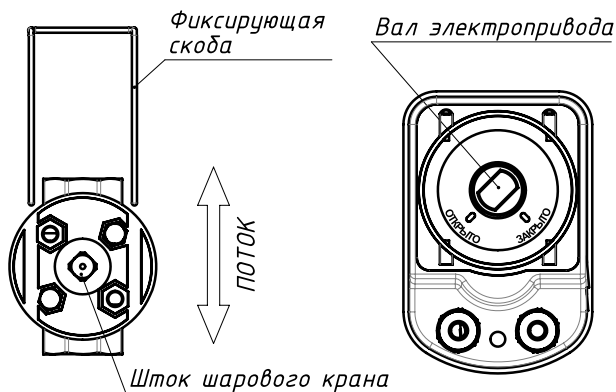

Рисунок 1. Ориентация вала шарового крана и вала электропривода Gidrolock Winner Zigbee и Gidrolock Winner Wi-Fi.
- 1) Перед установкой быстроразъёмного соединения необходимо правильно сориентировать шток шарового крана и вал электропривода. Кран должен находиться в открытом состоянии. Продольная риска на штоке шарового крана должна располагаться вдоль движения потока. Вал электропривода должен находиться в положении **ОТКРЫТО** (рис. 1).